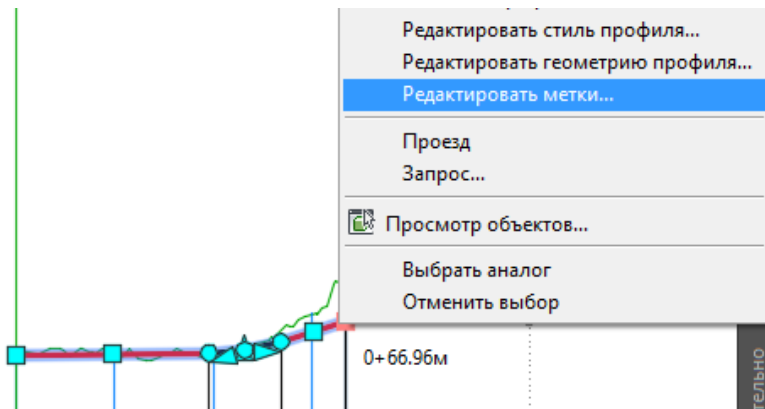

Рис. 56. Вызов команды редактирования меток
9. Для удобства указанные значения подписываются над профилем. Поэтому после выделения профиля с помощью правой кнопки мыши следует кликнуть на «Редактировать метки...» (рис. 56).